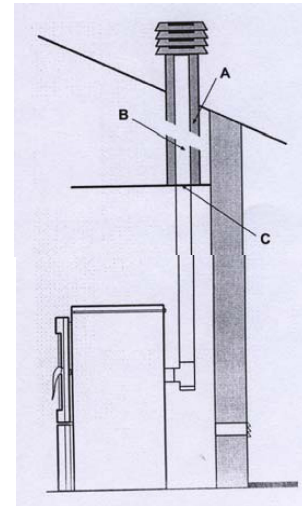

Figura 2
- Evitar el contacto con el material que se quema fácilmente (como vigas de madera), y en todos los casos deben estar aislados con material anti-incendio (Figura 2).